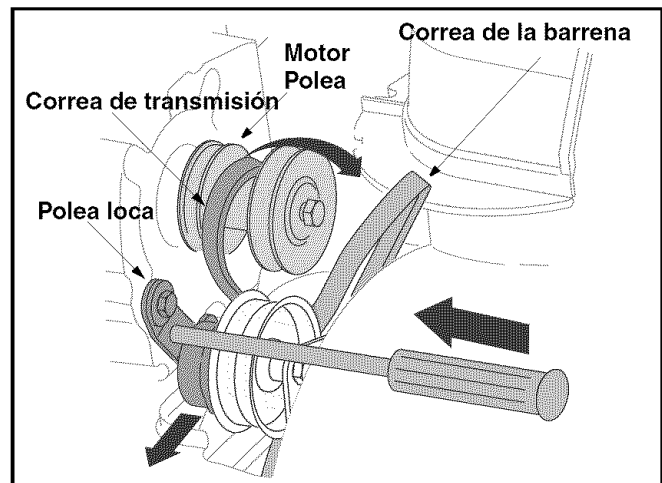

Figura 16
- Empuje la polea loca en dirección contraria al reloj e inserte un destornillador con cabeza Philips en el orificio de la misma, tal como se muestra en la Figura 16. Esto liberará la tensión de la correa de transmisión.
- Tire de la correa de transmisión para sacarla, en dirección contraria a la polea del motor. Vea la Figura 16.